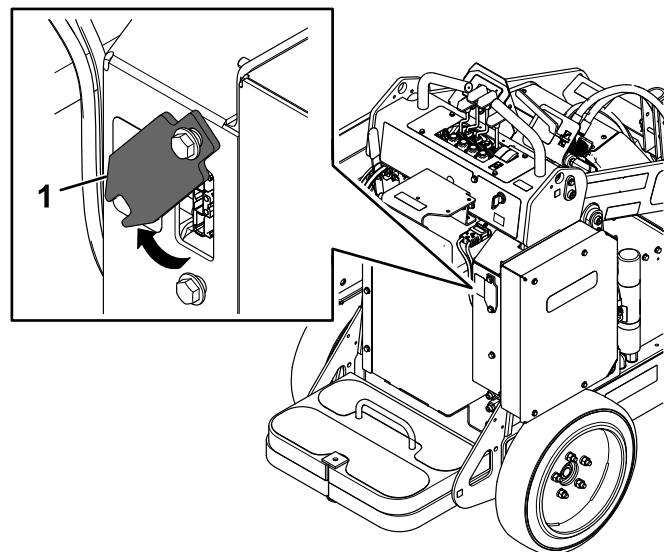

Figure 23
6. Faites pivoter le couvercle du chargeur vers le haut pour permettre l'accès (Figure 23).
10. Faites pivoter le couvercle du chargeur en place au-dessus du boulon inférieur (Figure 23).